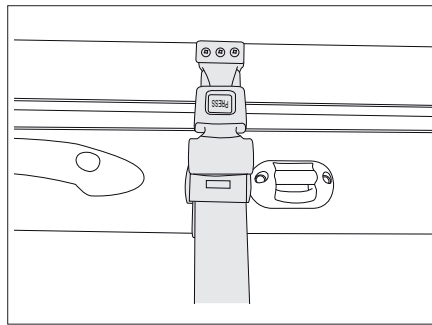

Fig. 109 Ceinture de sécurité du lit escamotable manuel
- Détacher la ceinture de sécurité (Fig. 109).
- Mettre en place la ceinture de sécurité (Fig. 109).